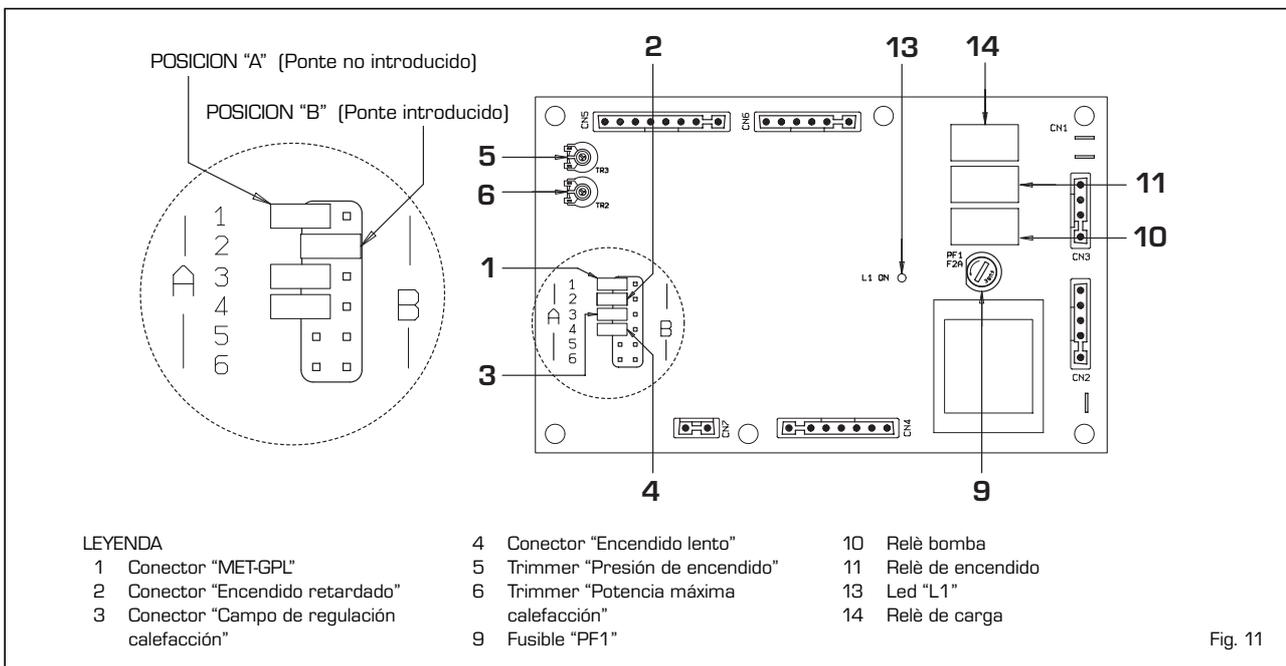

Fig. 11
##### - Trimmer "PRESION DE ENCENDIDO" (5 fig. 11)
##### - Trimmer "POTENCIA MAXIMA CALEFACCION" (6 fig. 11)
##### - Conector "MET-GPL" (1 fig. 11)
##### - Conector "ENCENDIDO RETARDADO" (2 fig. 11)
##### - Conector "ENCENDIDO LENTO" (4 fig. 11)
##### - Conector "CAMPO DE REGULACION CALEFACCION" (3 fig. 11)
##### - Led "L1" (13 fig. 11)
- Desplazar el puente del conector "MET/GPL" de la ficha en la posición correspondiente al gas utilizado (1 fig. 11).